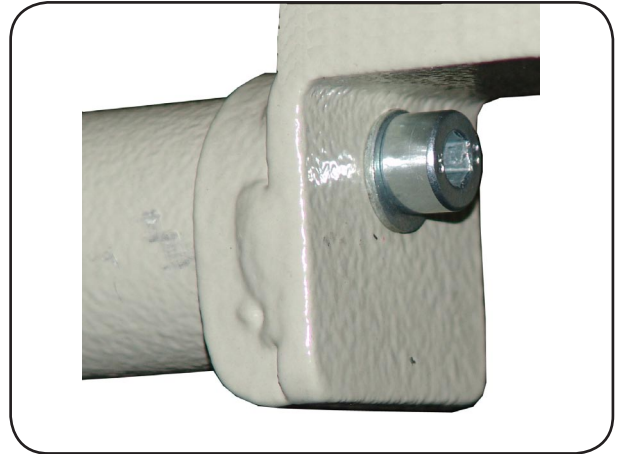

Abbildung 15
4. Schrauben Sie zur Fixierung der Kopfauflage die zwei Innensechskantschrauben M8 x 16 mit Federring seitlich in die Aufnahmelaschen fest an (Abbildung 15).